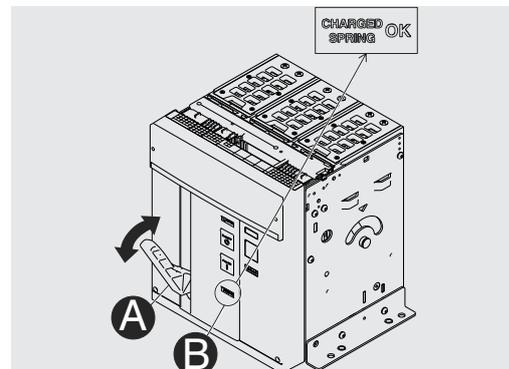

Figura 26
2. Carica delle molle - Tirare la leva [A] verso il basso più volte fino a quando il segnalatore di molle cariche [B] è "giallo - CHARGED SPRING" come indicato in Figura 26.